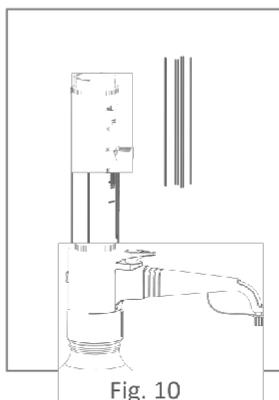

Fig. 10
2. Retirer complètement le piston comme indiqué à la Fig. 10